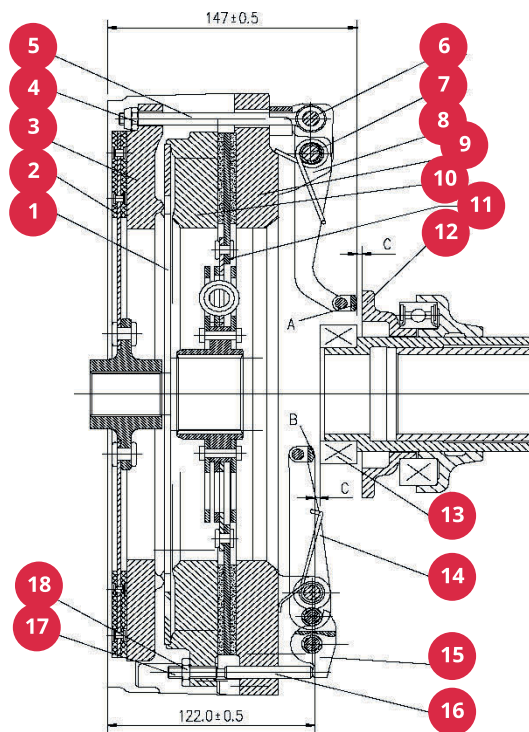

Рис. 4-19. Муфта сцепления
Чтобы обеспечить правильную работу сцепления, зазор между торцом В рычага выключения главной муфты сцепления и торцом выжимного подшипника 13 и зазор между торцом А рычага выключения муфты сцепления ВОМ 8 и диском выключения сцепления 12 должны составлять 2,0–2,5 мм (см. рис. 4-19). Свободный ход педали главной муфты сцепления и рычага муфты сцепления ВОМ должен составлять 25–35 мм и 40–60 мм соответственно. Данный зазор постепенно уменьшается в результате непрерывного естественного износа деталей при эксплуатации. По этой причине необходимо выполнять периодическую проверку и регулировку зазора.
Для регулировки можно использовать окно в нижней части картера трансмиссии (см. рис. 4-19).
1. Регулировка главной муфты сцепления (см. рис. 4-19): вращая ограничительный винт 17, отрегулируйте зазор между торцом В рычага выключения главной муфты сцепления 14 и выжимным подшипником до значения 2,0–2,5 мм, затем затяните гайку 18. Если используется этот метод регулировки, убедитесь, что торцы трех рычагов выключения главной муфты сцепления находятся в одной вертикальной плоскости. Отклонение при проверке пластинчатым щупом не должно превышать 0,2 мм.
2. Регулировка муфты сцепления BOM (см. рис. 4-19): ослабьте небольшую самостопорящуюся шестигранную гайку 4, отрегулируйте зазор между торцом А рычага выключения муфты сцепления BOM 8 и диском выключения муфты сцепления BOM 12 до значения 2,0–2,5 мм. Затем затяните небольшую самостопорящуюся шестигранную гайку 4. При регулировке убедитесь, что торцы трех рычагов выключения муфты сцепления BOM находятся в одной вертикальной плоскости. Отклонение при проверке пластинчатым щупом не должно превышать 0,2 мм.
Регулировка отдельных рычагов выполняется в соответствии с рис. 4-19. При установке муфты сцепления расстояние между торцом А рычага выключения главной муфты сцепления и секцией ведомого диска муфты сцепления BOM 2 должно составлять $(122 \pm 0,5)$ мм, а расстояние между торцом В рычага выключения муфты сцепления BOM 8 и секцией ведомого диска муфты сцепления BOM 2 должно быть $(147 \pm 0,5)$ мм.